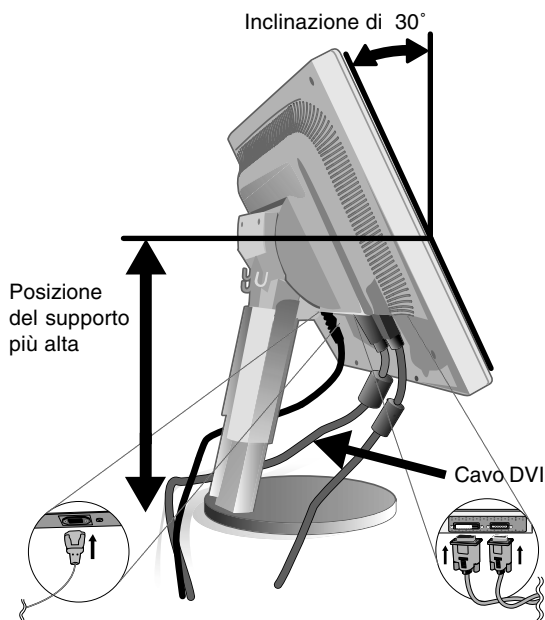

Figura C.1
3. Appoggiare le mani su entrambi i lati del monitor per inclinare lo schermo LCD di 30° e alzarlo alla posizione più alta (**figura C.1**).
4. Collegare tutti i cavi ai connettori appropriati (**figura C.1**).
NOTA: Se si collegano entrambi i DVI e il cavo D-sub, il cavo DVI deve essere collegato lungo la nervatura sul lato del cavo di alimentazione (**figura C.1**).